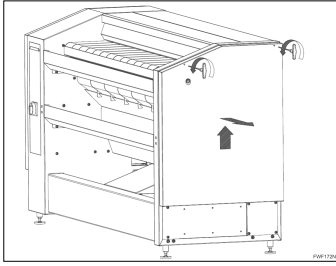

Figura 24
- Después de desarmar la cubierta derecha (*Figura 24*) y aflojar los dos tornillos HEX8 (2), se puede inclinar la tapa (1), *Figura 22*.
- Quitar ambas cubiertas laterales antes de poner la máquina en funcionamiento. Consultar la *Figura 24*.